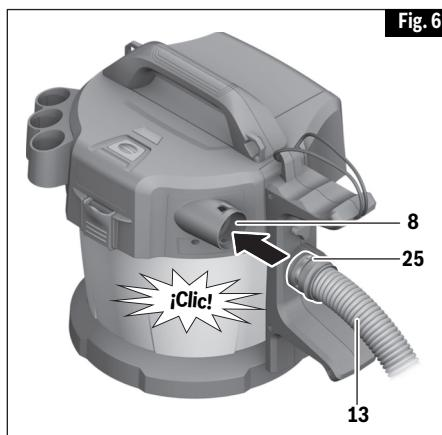

Fig. 6
- Inserte la manguera de aspiración **13** en el orificio **8** hasta que ambos sujetadores a presión **25** queden fijos audiblemente en la posición correcta (Fig. 6).